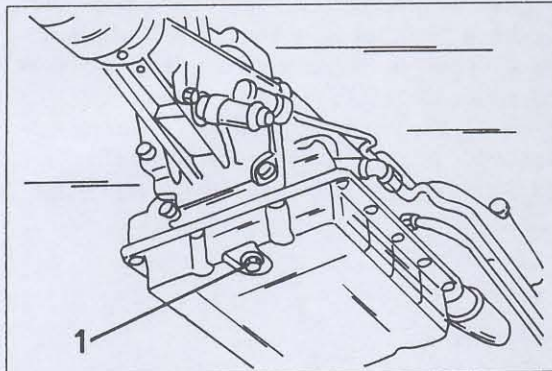

Bild 346
- Einen Auffangtrog unter den Ablassstopfen des Getriebes untersetzen. Der Stopfen befindet sich in der Ölwanne des Getriebes, an dem in Bild 346 gezeigten Ende des Getriebes. Alle Flüssigkeit auslaufen lassen. Die Getriebeflüssigkeit sollte warm, aber nicht heiss sein. Den Stopfen nach Ablauf der Flüssigkeit reinigen und wieder einschrauben. Mit 18 - 22 Nm anziehen.